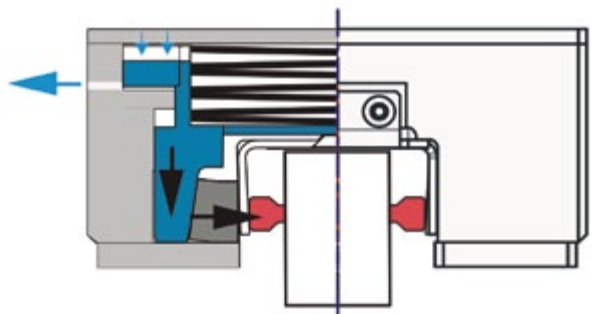

Abb. 2 Geklemmte Profilschiene bei Druckentlastung
- Durch Entlüften der Stufenlose Haltebremse (SHB) wirkt die Tellerfeder auf das Klemmelement der Bremse. Die Profilschiene ist geklemmt (Abb. 2).